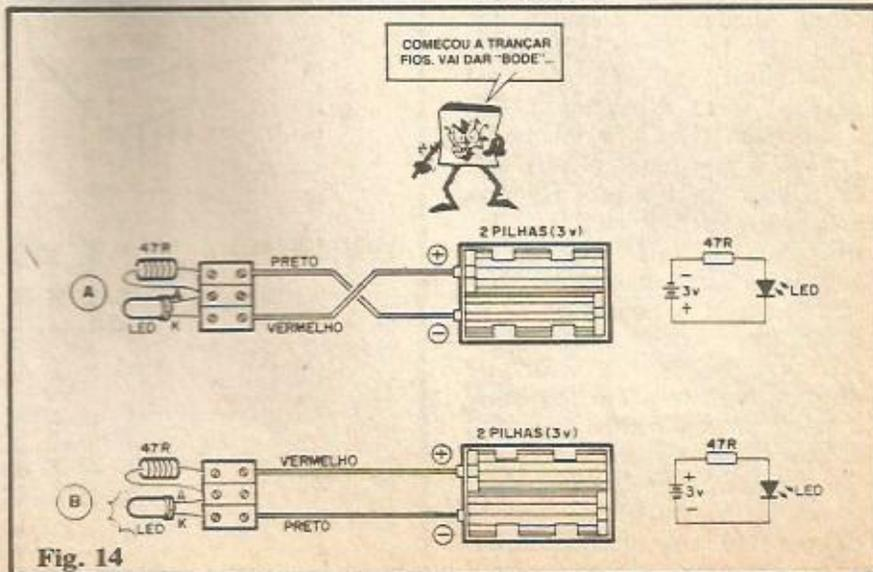

Fig. 14
- FIG. 14-A - Usando a barrinha de conectores parafusáveis (3 segmentos), interliguem um LED e um resistor de 47R. Coloquem 2 pilhas pequenas de 1,5 volts cada num suporte (totalizando 3 volts, portanto) e interliguem conforme a figura (o esqueminha simbólico está lá, ao lado...). Embora a tensão seja maior do que os 2V exigidos pelo LED, este não acende, já que a polarização está invertida...
- FIG. 14-B - No mesmo conjunto básico, "desinvertam" a polaridade da alimentação e verifiquem que o LED acende, bonito! Por quê acendeu? Primeiro porque a tensão das pilhas é, no caso, suficiente, e segundo porque a polarização está correta (direta). O resistor limita a corrente aos valores típicos suportáveis pelo LED.